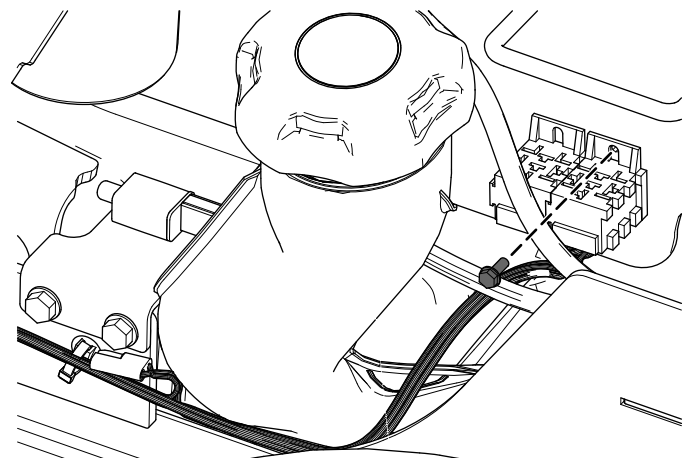

Figura 15
4. Fissate il cablaggio preassemblato accanto ai relè con la vite Taptite (Figura 15).